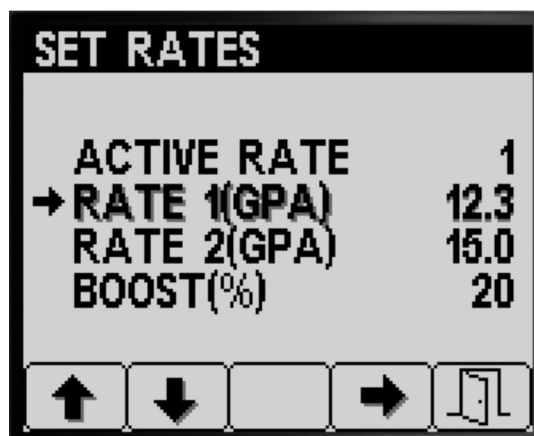

Bild 6
- Drücken Sie Taste 1 oder 2, um auf die Optionen RATE 1 oder RATE 2 zu navigieren (Bild 6).
- Drücken Sie Taste 4, um die Option RATE auszuwählen (Bild 6).